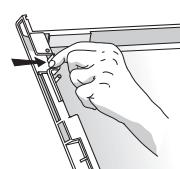

Fig. 3
- Retirez la couverture du compartiment par le biais des deux butées latérales présentes sur la face inférieure (voir **Fig. 3**).